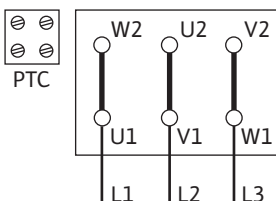
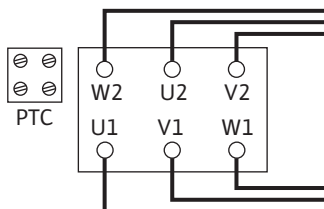

Fig. 10: Y-Δ indítás
Fig. 11: Δ-kapcsolás
- A hálózati csatlakozás a P2 motorteljesítménytől, a hálózati feszültségtől és a bekapcsolási módtól függ. A kapocsdobozban található összekötő hidak szükséges kapcsolását az alábbi táblázat, valamint a Fig. 10 és a Fig. 11 tartalmazza.
Y-Δ-indítás (alapkivitel)	Távolítsa el az összekötő hidakat (Fig. 10).
Lágyindítással történő indítás	Δ-kapcsolás (Fig. 11)